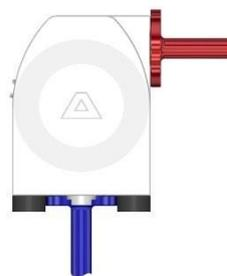

fig. 8.2
- 吸入口垂直于泵壳底部，排出口水平位于上部（如图8.2）。为实现该配置，只需把中间泵壳的螺塞[13]拆下并紧固到到标准的水平吸入口上。